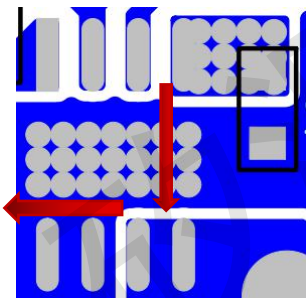

图 1
- 2.输入电容应尽可能靠近芯片管脚（VIN 和 GND）。输入电源引脚可增加一个 0.1uF 的陶瓷电容以增强芯片的抗高频噪声能力。如图 1。